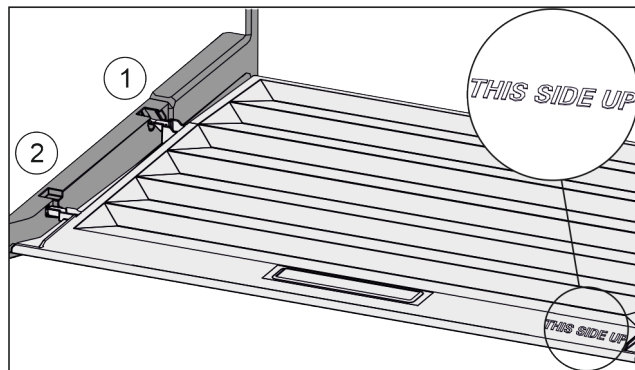

Fig. 90
- ▶ Robova predala vstavite nad odprtino zadnjega držala Fig. 90 (1), spredaj pa ju zataknete v držalo Fig. 90 (2).